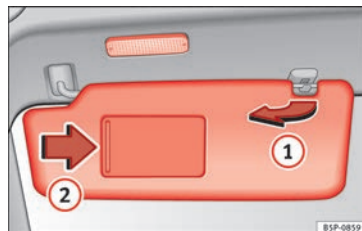

Fig. 67 Parasol del lado del conductor.
Los parasoles del conductor y del acompañante pueden extraerse de sus soportes centrales y girarse hacia las puertas » **fig. 67 (1)**.